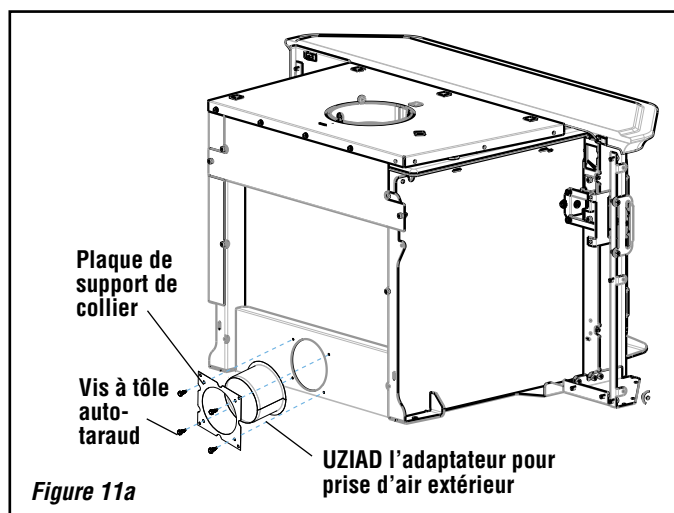

Figure 11a
Col avec support de col : Centrer le collier de 4 po de diamètre sur l'orifice d'admission d'air, puis le fixer avec le support de collier à l'aide des quatre (4) vis Tek de 5/8 po fournies, en alignant la plaque sur les trous de capture de l'unité. Dans certains cas, les trous de capture ne sont pas percés; dans ce cas, utiliser les vis Tek pour commencer les trous directement (*Figure 11a*).